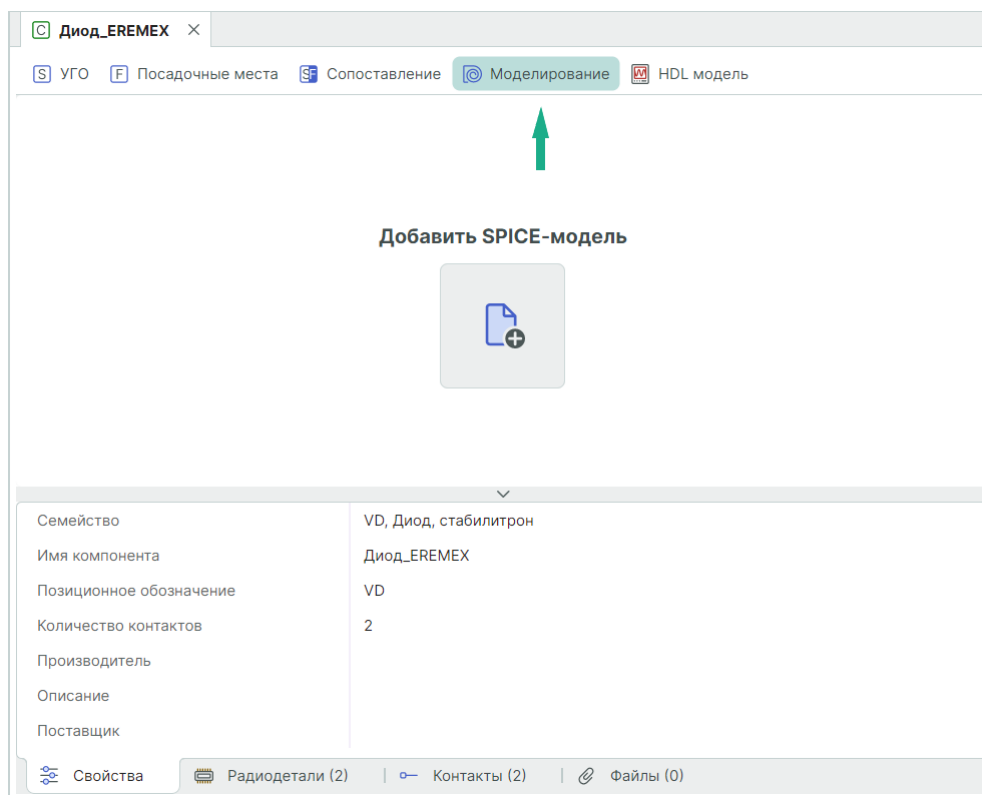

Рис. 296 Переход к созданию SPICE-модели компонента
1. Перейдите на вкладку «Моделирование», см. Рис. 296.